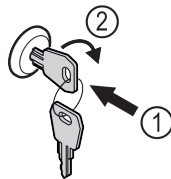

Fig. 180
- ▶ Schlüssel hineindrücken. *Fig. 180 (1)*
- ▶ Schlüssel um 90° im Uhrzeigersinn drehen. *Fig. 180 (2)*